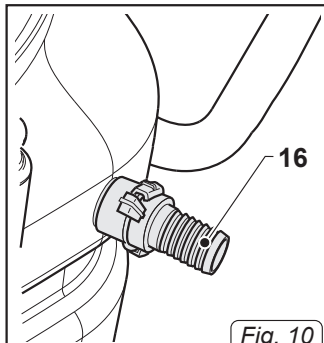

Fig. 10
- Подсоединить шланг к выпускному патрубку размером 30 мм (16 Рис. 10).